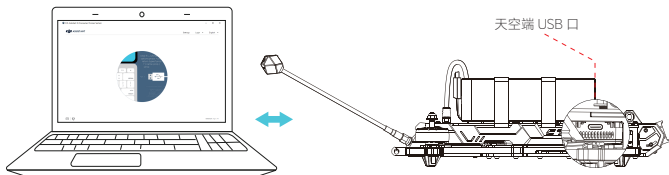

图 1-1
1. 天空端及飞行眼镜激活：CineLR 7 飞行器连接电池，通过 USB-C 接口 [图 1-1] 连接对应设备至电脑并运行 DJI Assistant 2*³ 消费机系列) 调参软件进行激活与固件升级详情请参考 DJI-O4- 用户手册。